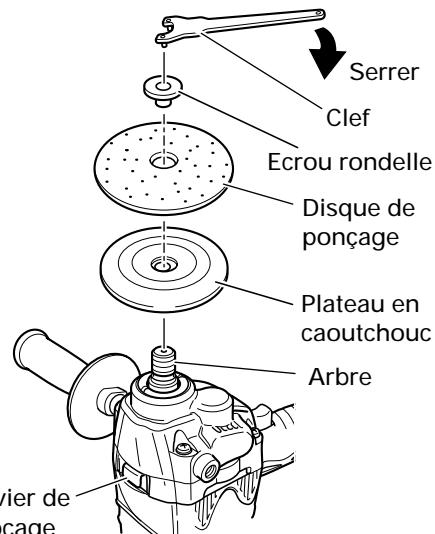

Fig. 4
S'assurer que la broche de verrouillage n'est pas engagée appuyant dessus deux ou trois fois avant de mettre la subleuse/polisseuse à disque en marche. (Fig. 4)
1. Assemblage (Fig. 4)